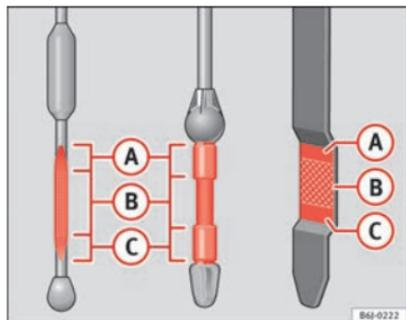

Fig. 154 Jauge d'huile moteur
- Puis retirez-la à nouveau et vérifiez le niveau d'huile ⇒ fig. 154. Faites l'appoint d'huile moteur si nécessaire.